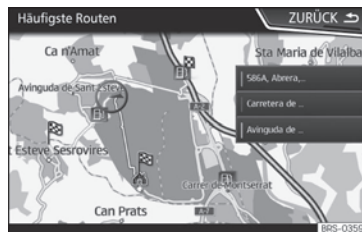

Abb. 186 Vorausschauende Navigation
- Auf dem Hauptbildschirm des Navigationsmenüs im Pop-up-Fenster die Taste **HÄUFIGSTE ROUTEN** antippen. Zur Anzeige der häufig gefahrenen Routen die Taste **In Karte anzeigen** antippen »» **Abb. 186**.